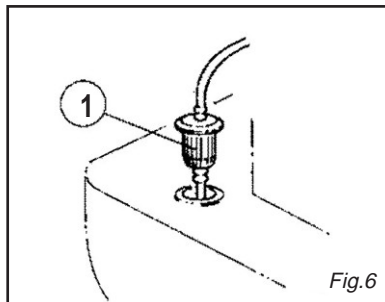

Fig.6
Contrôler périodiquement le filtre de gaz-oil (fig. 6, pos. 1); en cas d'usure, de dommages ou de saleté trop importante, le remplacer.
Den Dieselölfilter (fig. 6 pos. 1) regelmäßig überprüfen. Bei Verschleißerscheinungen ist der Filter zu ersetzen.